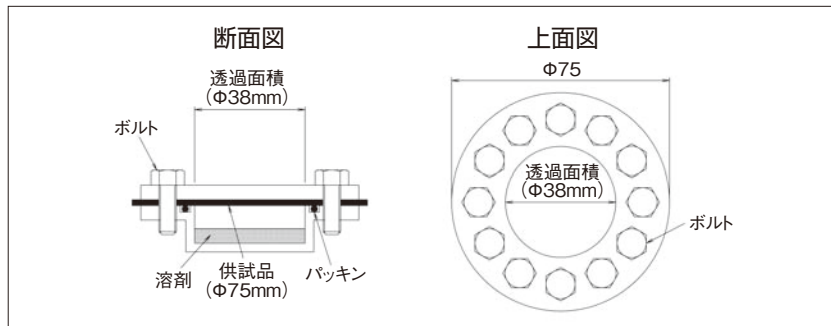

図1 試験装置概要
1. 透過性の評価は、図1に示す試験装置(液相法)を用いて行った。